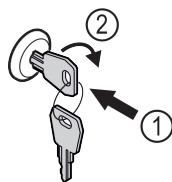

Fig. 86 Representación a modo de ejemplo
- Introducir la llave Fig. 86 (1).
- Girar la llave 90° en sentido horario Fig. 86 (2).